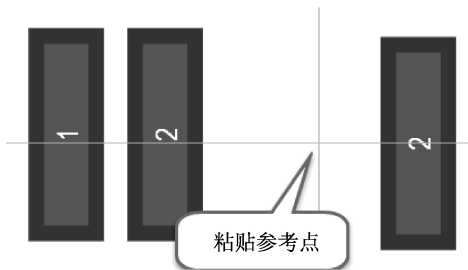

图 3-41 粘贴操作
(6) 之后的 3、4 脚，可以利用复制粘贴功能快速放置。选中 2 脚焊盘，按快捷键 Ctrl+C 复制，将复制参考点放到 1 脚中心；接着按快捷键 Ctrl+V 粘贴，此时将粘贴参考点放到 2 脚中心，如图 3-41 所示。再双击更改引脚标号即可。